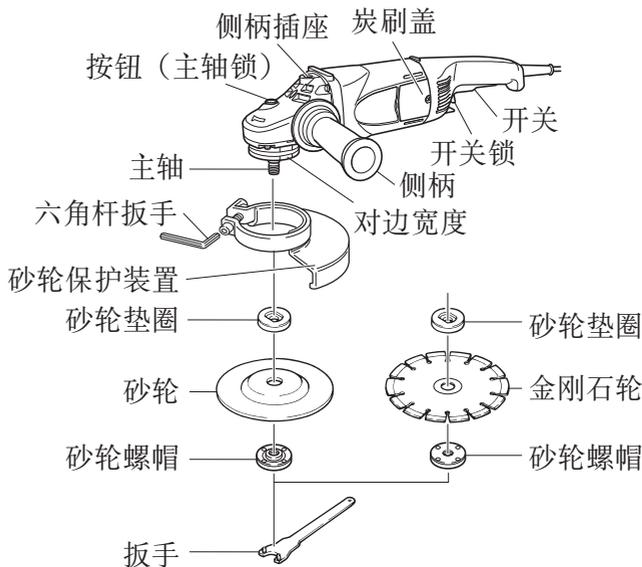

图 2
在打开电源开关之前，掀两、三下锁定销检查锁定销是否被释放。（第 10 页的图 2）
1. 组装（图 2）
- (1) 将机器翻过去，使主轴朝上。
- (2) 将砂轮垫圈装于主轴上。
- (3) 将砂轮或金刚轮的突出部装入砂轮垫圈。
- (4) 将砂轮螺帽旋入主轴。（使用金刚轮时，请把砂轮螺帽的凸面装到金刚轮的相反方向上，并且把螺帽拧到主轴上。）
- (5) 按下锁定销以防止主轴转动，并如图 2 所示用附送的扳手拧紧砂轮螺帽。